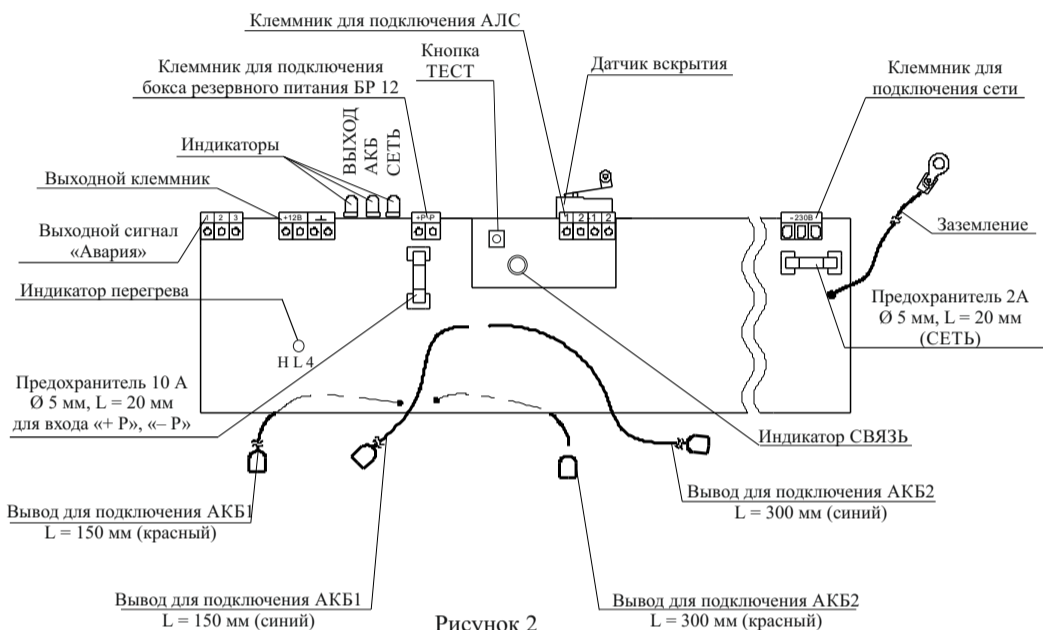

Рисунок 2
6.3 Подключение источника (рисунок 2) производить в следующей последовательности:
Если используется только одна АКБ, рекомендуется подключать ее к коротким выводам АКБ1 (L = 150 мм) в соответствии с цветовой маркировкой (рисунок 2) и выбрать ее в настройках при конфигурировании системы.